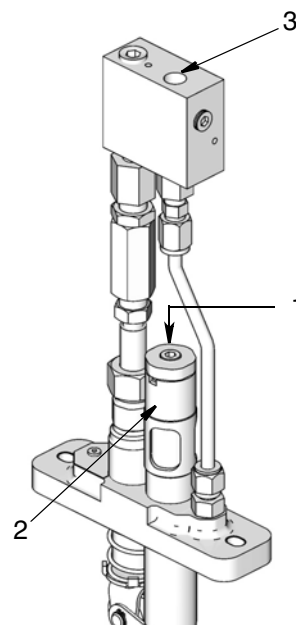

図 7
アラームポンプモデル (図 7)
2. センサー出力 (3) に圧カスイッチを取り付けます (図 7)。